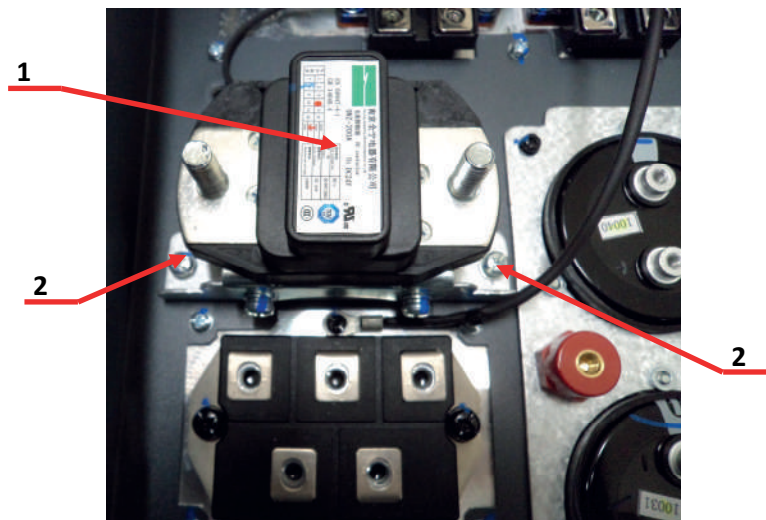

Рис.7.2
7.1.2. Установить контактор поз.1 на штатное место в корпусе преобразователя частоты и закрепить его двумя винтами поз.2 (рис.7.2).